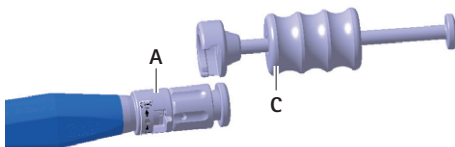

Fig. 5 Montar o martelo de impacto no instrumento introdutor
- ▶ Montar o martelo de impacto **C** no instrumento introdutor **A**, ver Fig. 5.
- ▶ Montar o martelo de impacto **B** no instrumento introdutor **A**, ver Fig. 5.